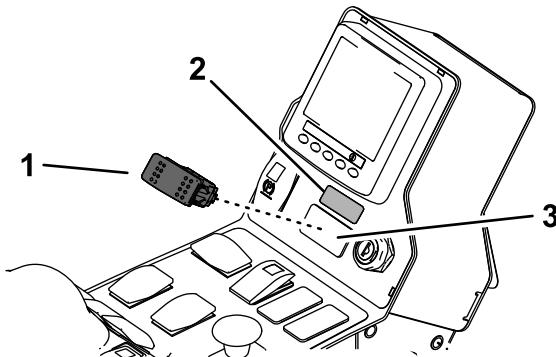

図4
- コントロールパネルについているプラグを打ち抜いて、スイッチを取り付ける図4。
- スイッチの上に補助ブレーキのデカルを貼り付ける図4。